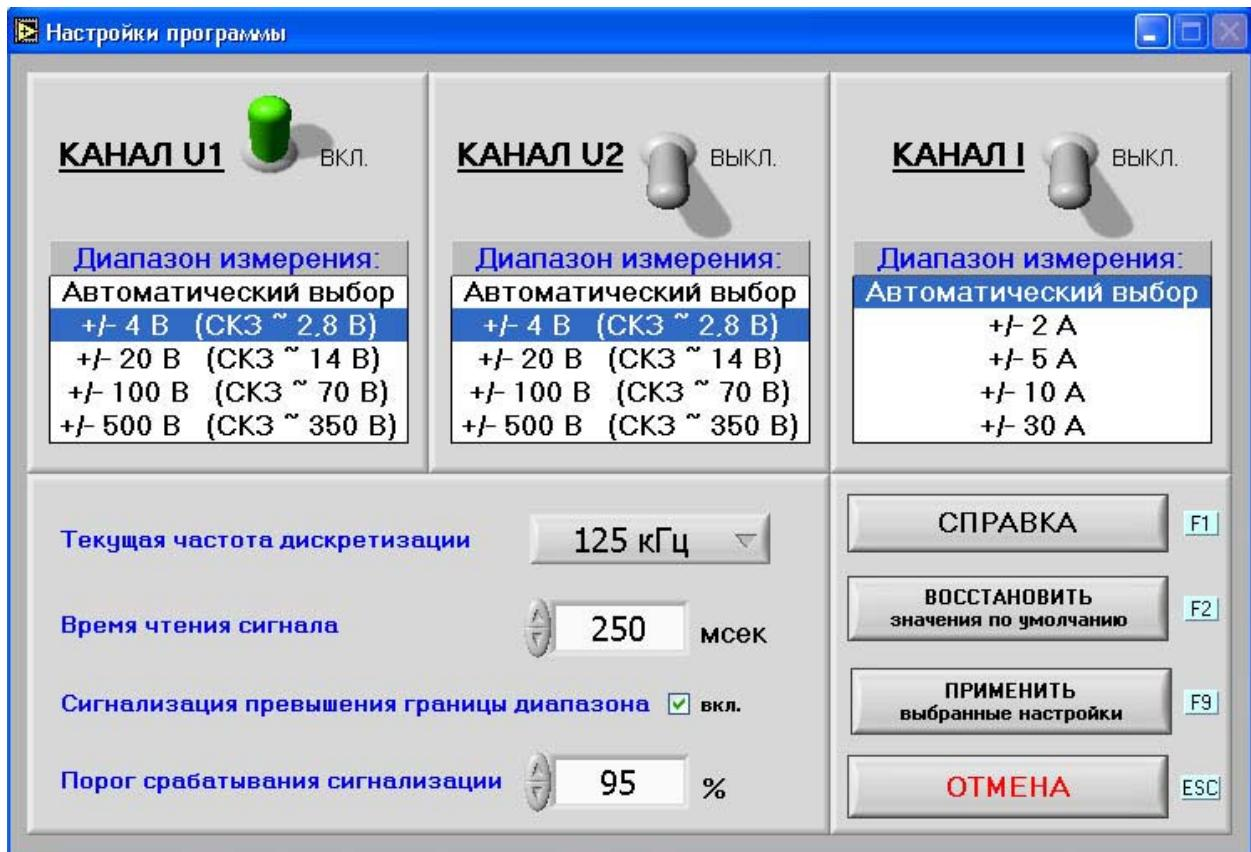

Рис. 5.6.1. Окно настроек параметров измерения.
*Настройки программы* (Ctrl + F9) – вызывает подпрограмму для выбора параметров чтения сигнала (Рис. 5.6.1), таких как «Режим измерения» (какие каналы будут задействованы), «Диапазон измерения» (индивидуальный для каждого канала), «Частота дискретизации» (общая для всех каналов, задается в кГц) и «Время чтения» (соответствует времени развёртки осциллографа, задается в миллисекундах).